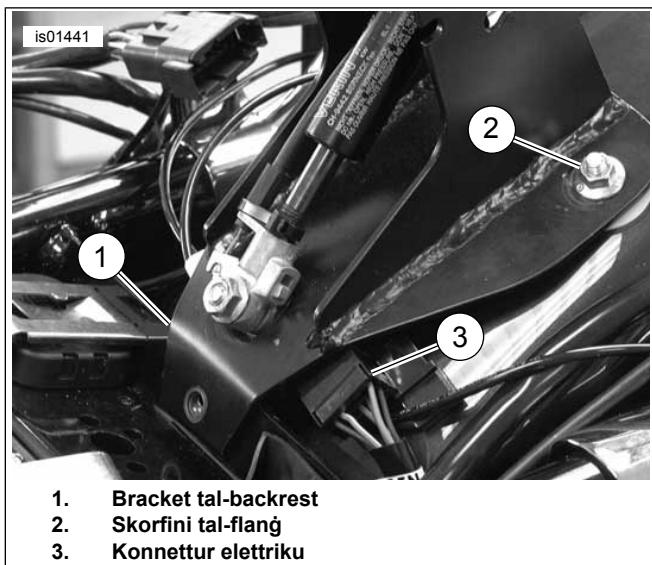

Figura 6. Waħhal il-Bracket tal-Backrest bl-iSkorfini tal-Flang u l-Vit
3. Ara Figura 6 . Żerżaq il-konnettur elettriku (3) mal-ġenb b'tali mod li l-bracket ma jinterferixx miegħu.